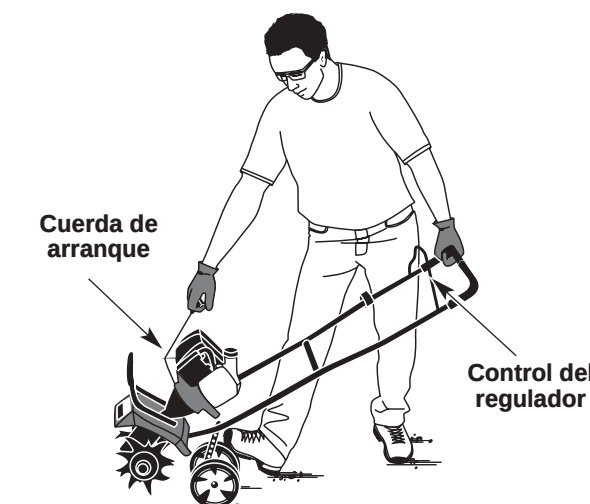

Fig. 12
ADVERTENCIA: Evite los arranques accidentales. Colóquese en posición de inicio cuando tire de la cuerda de arranque (Fig. 12). El operador y la unidad deben estar en una posición estable al arrancar la unidad para evitar graves lesiones personales.
4. Sostenga la agarradera con una mano y agarre el cordón de arranque con la otra mano. Use el pie para aguantar el cultivador (Fig. 12).
5. Soporte en la posición de arranque y **no apriete el control de regulador** (Fig. 12). Tire bruscamente del cordón de arranque hasta 5 a 10 veces.